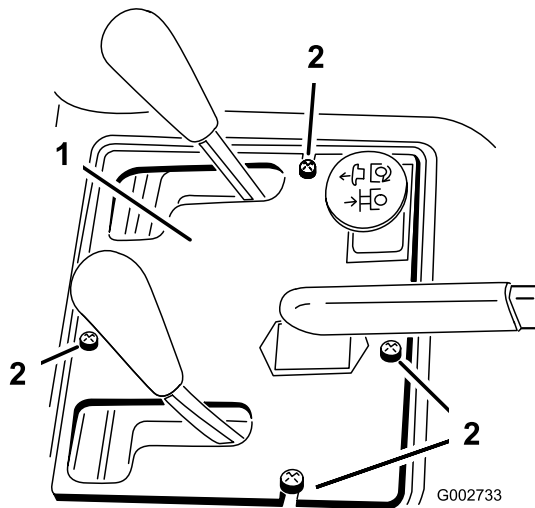

Figura 36
2. Togliete le quattro viti che fissano la plancia al telaio (Figura 36).